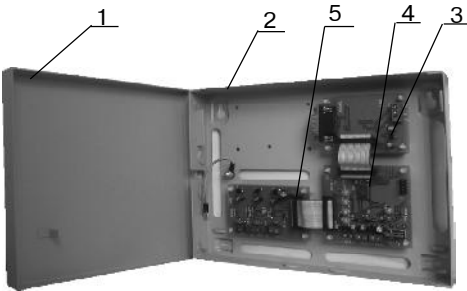
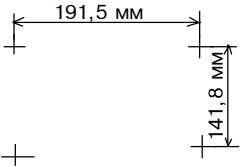

Рис. 102 Конструкция БСИ-А
Рис. 103 Схема разметки для установки БСИ-А
Конструкция БСИ-А предусматривает его размещение на стене. Основными элементами конструкции являются (рис.102): крышка(1), основание корпуса(2), плата центрального процессора(4), модуль преобразователя уровней (3), модуль расширения каналов(5). На плате центрального процессора расположены контактные колодки для подключения питания одного БЦ-А, разъемные соединения для подключения ПУ и МРК-А. Схема разметки прведена на рис.103.
- Разметьте отверстия для монтажных винтов на стене согласно схеме, приведенной на рис. 103 .